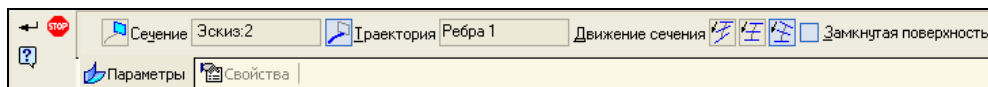

Рис. 24.8. Панель свойств: Кинематическая поверхность
- ◆ на панели инструментов **Поверхности** нажмите кнопку **Кинематическая поверхность**. Элементы управления Панели свойств: Кинематическая поверхность (рис. 24.8) вам знакомы, поэтому выделите в Дереве модели элементы **Эскиз 2**